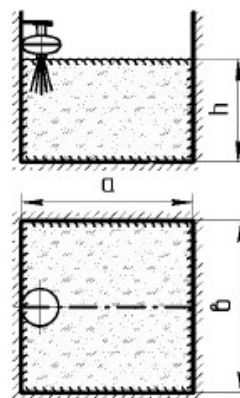

Figura 6
6.6 Aria de acoperire a jetului de pulbere și reprezentarea acesteia în zona focarului sunt prezentate în Figurile 4 și 5 și în Tabelul 2 pentru MPP cu montaj pe tavan, respectiv în Figura 6 și în Tabelul 3 pentru MPP cu montaj pe perete. Unghiul de pulverizare a jetului de pulbere de stingere este de 30°.
Parametri de stingere pentru MPP cu montaj pe perete, la o înălțime de montaj cuprinsă între 2 și 3 m (vezi Figura 6)